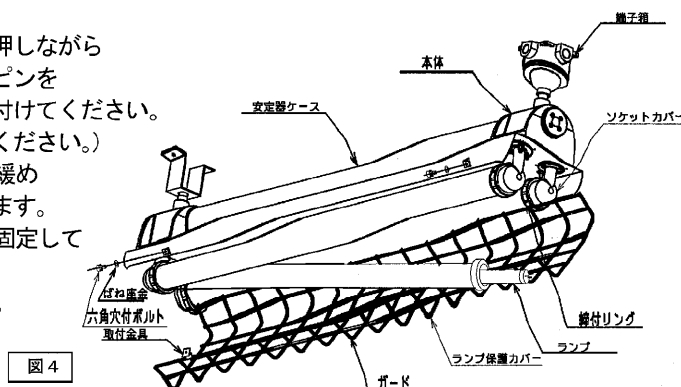

図4
■ランプの取り付けかた（交換のしかた）【図4】
3. ガードを図4の様に傾斜させ、締付けリングを回し、ランプ保護カバーをソケットカバーより外してください。